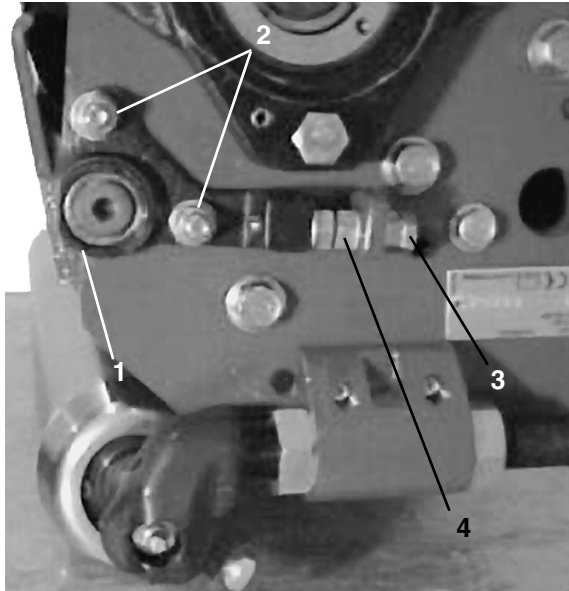

Figure 5
5. Desserrez les contre-écrous du moyeu du pivot pour lui permettre de bouger librement (Fig. 5).
6. Si le papier n'était pas coupé du côté gauche, desserrez l'écrou de réglage inférieur du moyeu de pivot, puis tournez l'écrou de réglage supérieur dans le sens des aiguilles d'une montre pour remonter le pivot. OU si le papier n'était pas coupé du côté droit, desserrez l'écrou de réglage supérieur du moyeu de pivot, puis tournez l'écrou de réglage inférieur dans le sens contraire des aiguilles d'une montre pour pousser le moyeu vers le bas (Fig. 5).